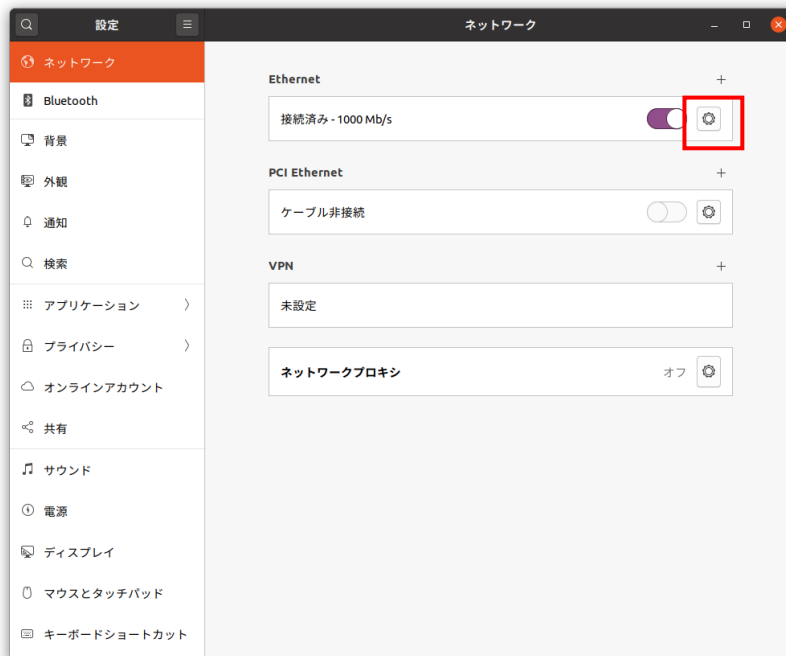

図 2-4-2. ネットワーク設定画面
- ② 図 2-4-2 のようなネットワーク設定画面が起動します。認識している LAN の一覧が表示されています。設定したい接続を選択して  ボタンをクリックします。